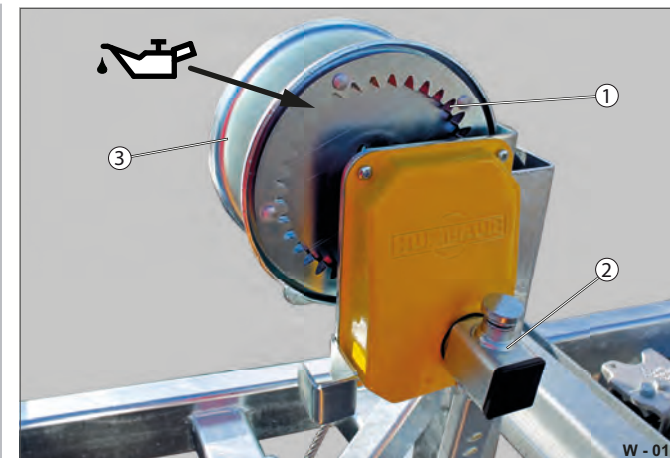

Abb. 16 Seilwinde prüfen / ölen
- ▶ Prüfen Sie die Zahnsegmente (Abb. 16/1) auf Beschädigungen.
- ▶ Prüfen Sie die Trommel (Abb. 16/3) auf Deformation / Abrieb.
- ▶ Stecken Sie den Hebel (Abb. 16/3) auf den Ansatz und prüfen Sie, dass dieser sicher einrastet.